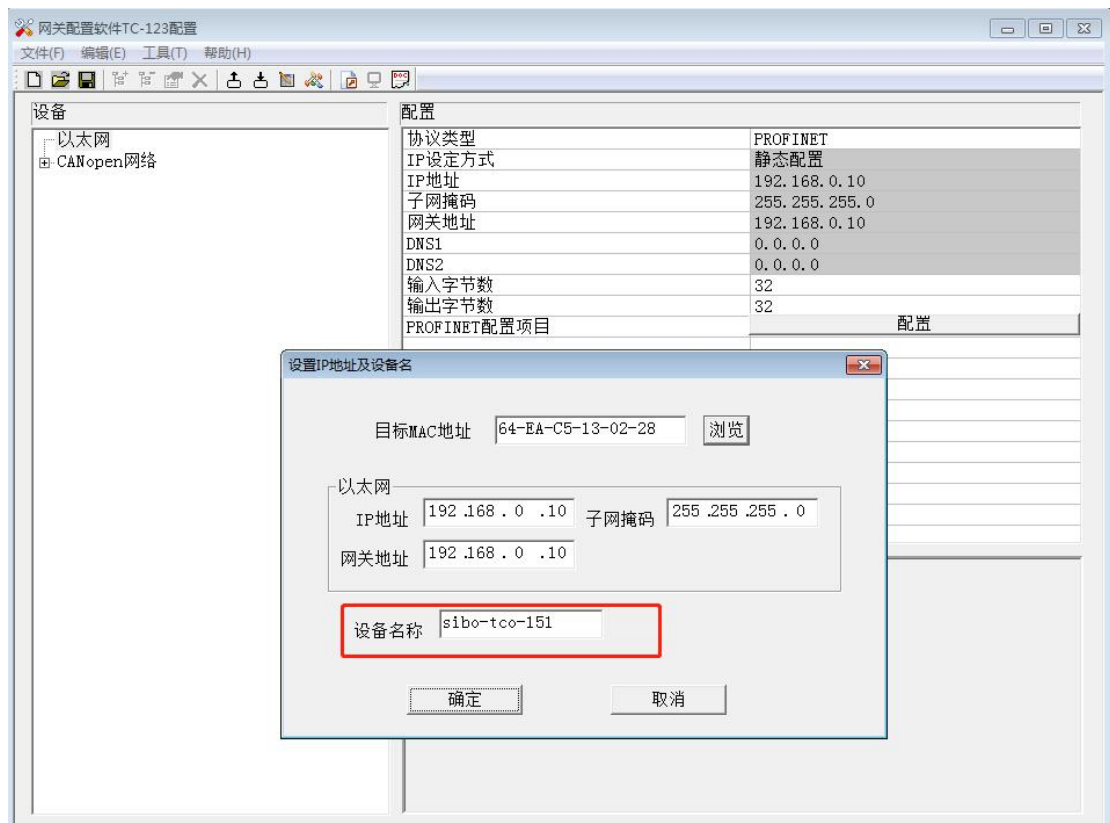
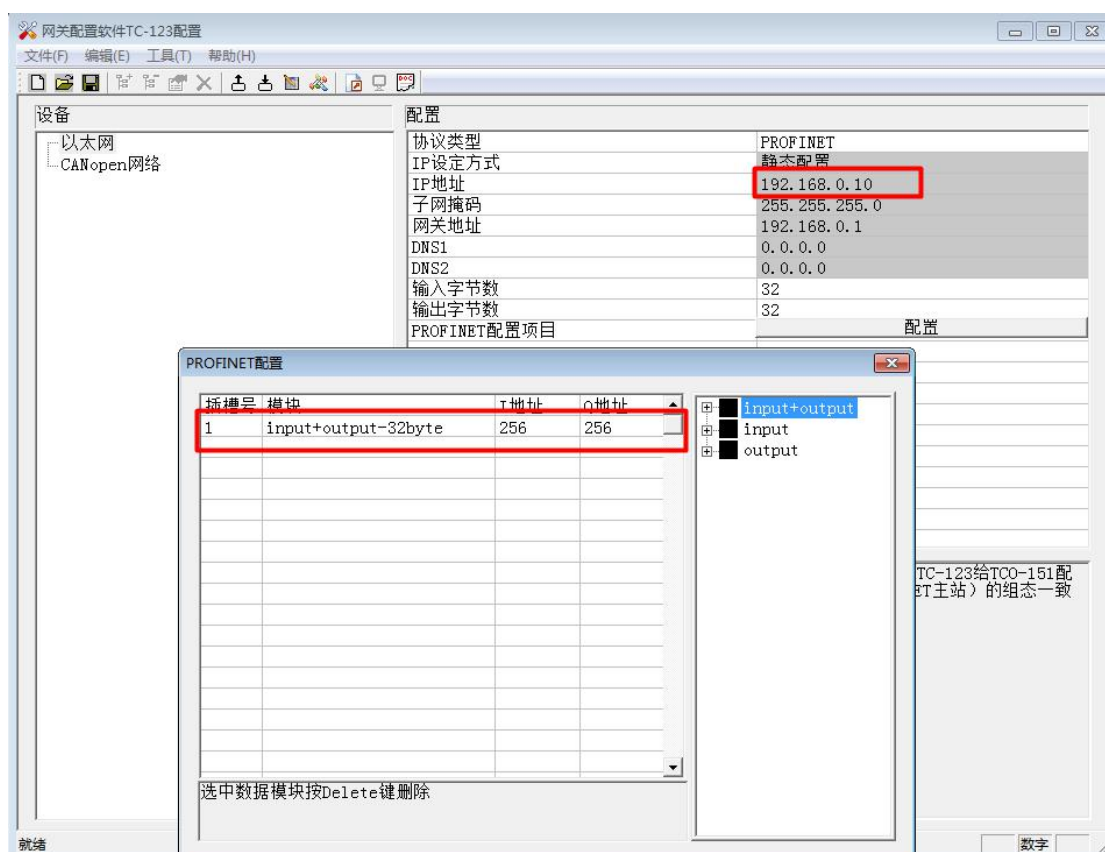
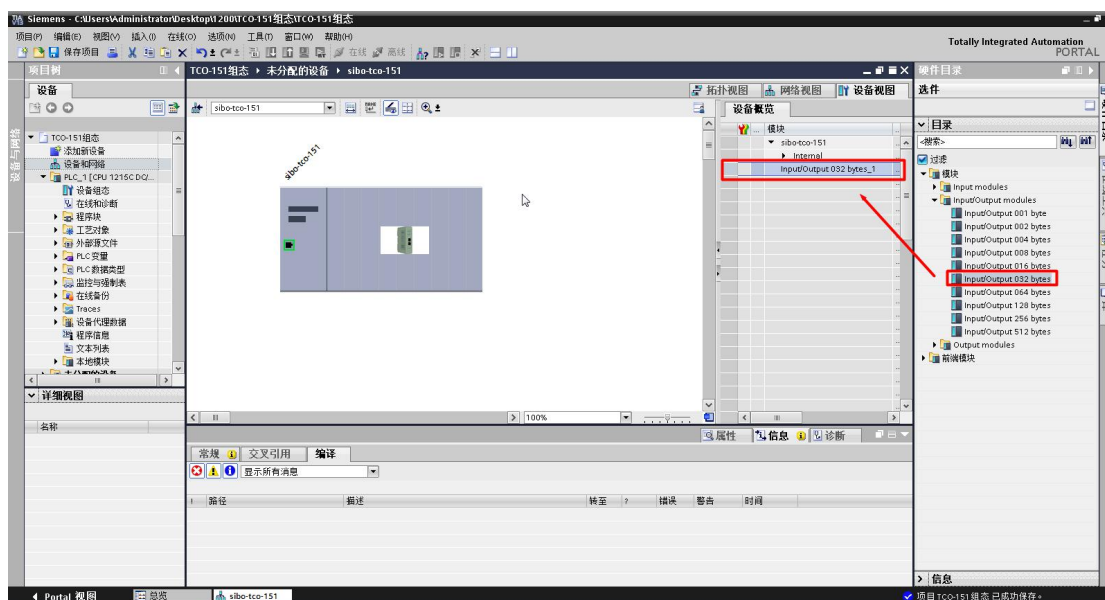
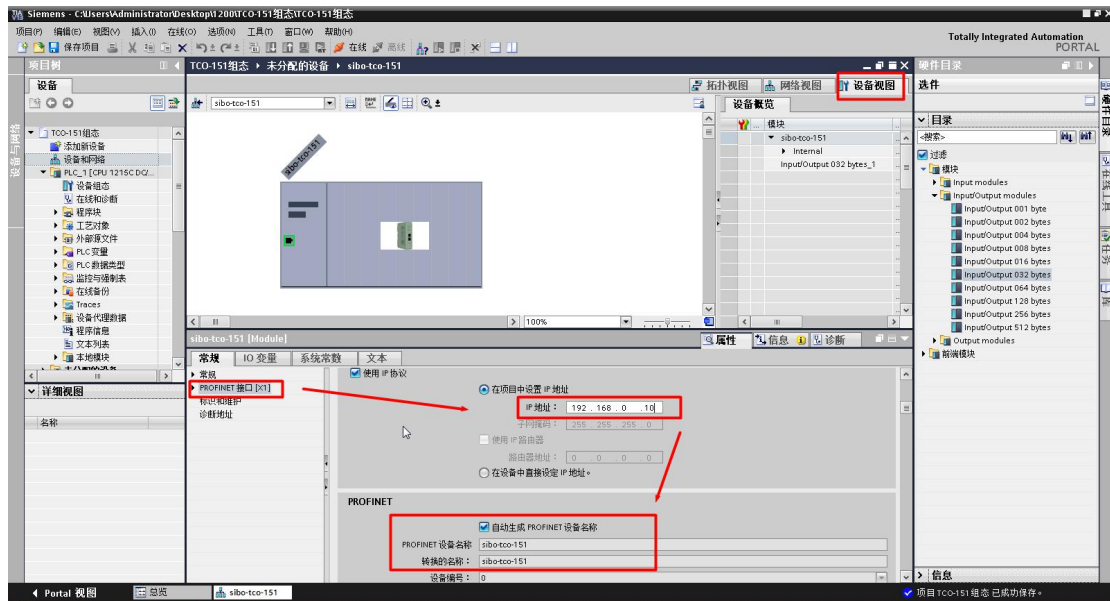

图 10 配置网关的 IP 地址和设备名称
图 11 在软件中配置 PROFINET 端的输入/输出数据块
图 12 在槽位中添加输入/输出数据块
图 13 设置网关 IP 与设备名称
3.1 打开 TC0-151 配置软件 TC-123，然后在工具的下拉菜单中双击“分配以太网参数”，点击“浏览”会搜出网关 IP 地址与设备名称，如图 10 所示；分配成功后点击“以太网”中的“配置”配置所需的字节类型和长度，如图 11 所示。
3.2 在 TIA Portal 中点击组态界面的 TC0-151，将其转换到“设备视图”，选中 TC0-151，在右边目录中的“模块”里选中与图 11 相同的数据块，双击选中放入槽位 中（数据块长度和位置必须一致），如图 12 所示；双击 TC0-151，在下方常规-PROFINET 接口[x1]中更改网关 IP 地址与设备名称与图 10 软件中配置的必须一致，如图 13 所示。